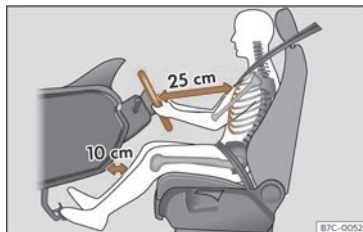

Fig. 14 La separazione corretta tra il conducente e il volante deve essere di 25 cm come minimo (10 pollici).
- Regolare il volante in modo che si trovi a una distanza di almeno 25 cm (10 pollici) dallo sterno >>> fig. 14 e sia possibile tenerlo con entrambe le mani sui lati, all'esterno, con le braccia leggermente flesse.